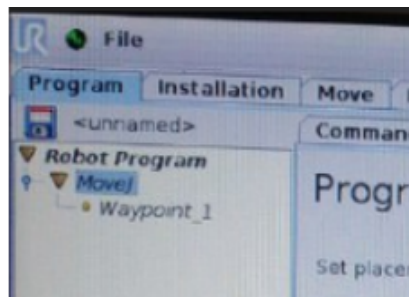

Figura 11: *MoveJ*
1.5. Se crea por defecto el movimiento *MoveJ* en el panel a mano izquierda de la interfaz (Figura 11).